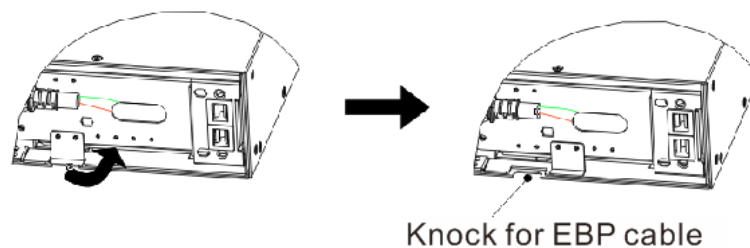

Рисунок 9 Видалення заглушки кабелю ДБЖ
b) У нижній частині передньої кришки ДБЖ видаліть заглушку кабелю зовнішнього комплекту акумуляторів (див. Рисунок 9).